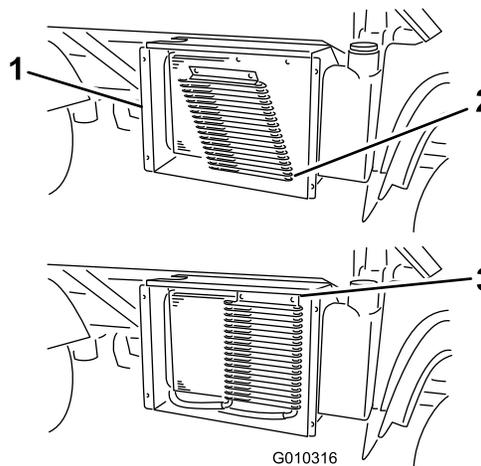

Figura 32
- Se presenti, ruotate i fermi e spostate il refrigeratore dell'olio dal radiatore (Figura 32).